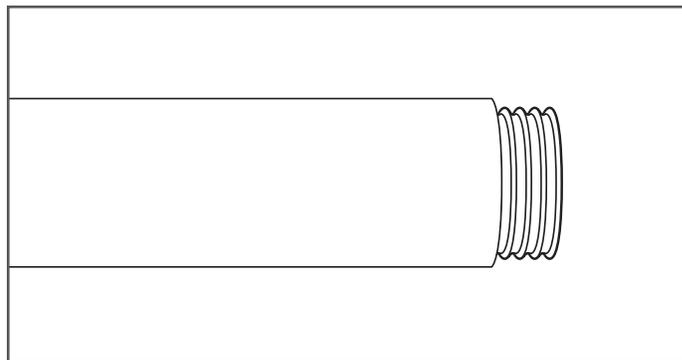

Figure 9-1
1. Retirez les sections du raccord DoubleTrac® et inspectez la gaine extérieure en Nylon 12 et l'AutoFlare de la tuyauterie principale pour détecter tout défaut visible à l'œil nu (Figure 9-1).